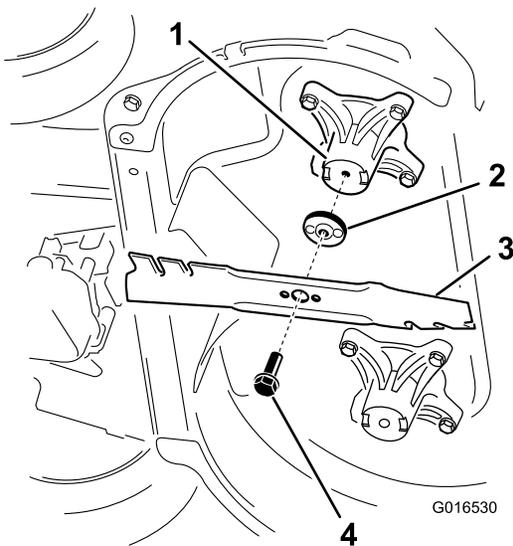

Figura 39
2. Retire cada lâmina como se mostra na Figura 39.
1. Instale a primeira lâmina de forma a que esteja na horizontal, juntamente com todos os dispositivos de montagem como se mostra na Figura 39.